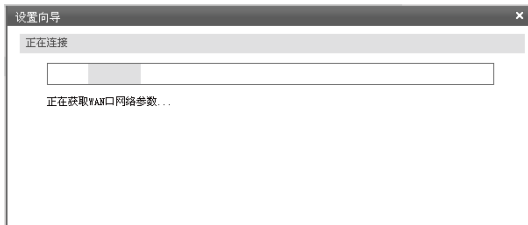

图4-9 上网方式-动态IP连接
2)如果上网方式为动态IP,即可以从网络服务商处获取IP地址,则不需要填写任何内容。图4-9为动态IP连接界面。如果在此连接过程中,您关闭了设置向导,该接口的配置工作仍会在后台进行。